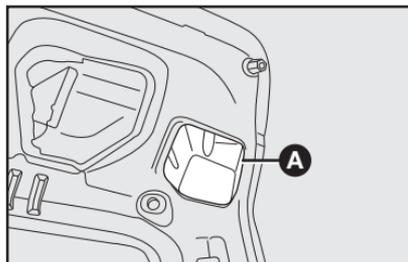

fig. 49
1) utilizando una llave phillips, quite la tapa **A-fig. 49** en la parte interna de la tapa del compartimiento de equipajes.